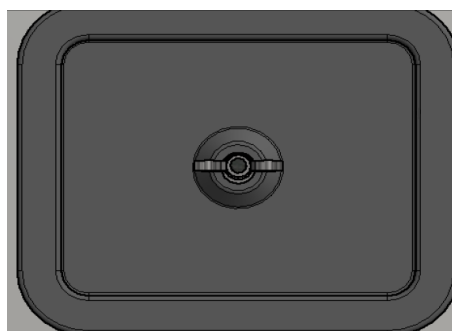

Figura 9
- Retirar a tampa protetora para limpeza (ver figura 6) e retirar a tampa do registro de acesso (ver figura 9) fixada com parafuso.